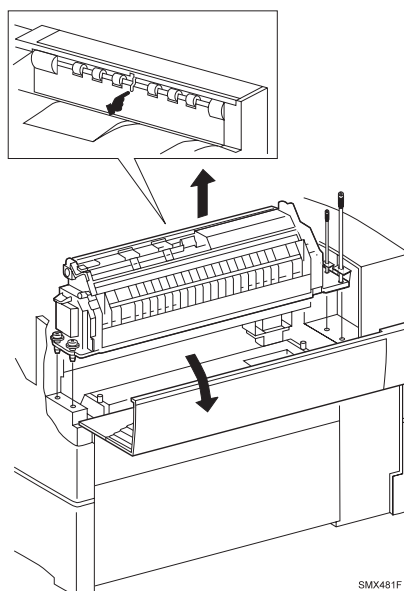

Fig. 6.1 Gruppo fusore
2. Aprire il coperchio del gruppo fusore (fig. 6.1).
3. Allentare le due viti a testa zigrinata sul lato destro della stampante senza rimuoverle (fig. 6.1).